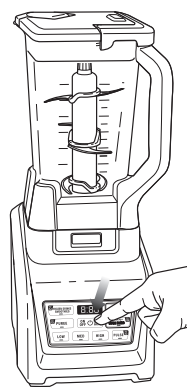

Fig. 8
- 13 Cuando haya alcanzado la consistencia deseada, apague el artefacto presionando el botón de encendido (⏻) y espere a que la cuchilla se detenga. (Fig. 8)